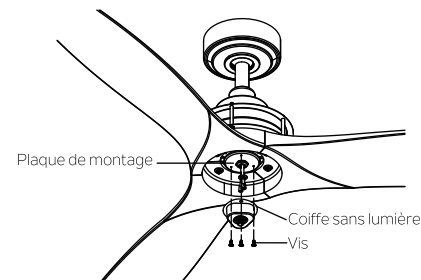

Fig. 19
**Étape 2.** Fixez la coiffe sans lumière à la plaque de montage avec les trois vis de la plaque de montage retirées au cours des étapes précédentes et serrez-les bien. (Fig.19)